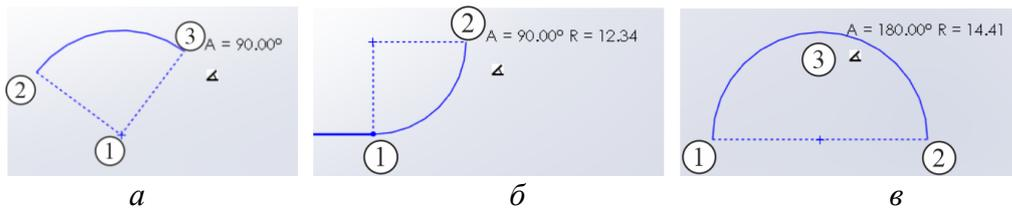

Рисунок 2.6 – Методи побудови дуг
1. **Centerpoint Arc** (Центр дуги) – необхідно задати координати центру і однієї з крайніх точок, а потім зафіксувати кут дуги (третья точка) (рис. 2.6, а).
2. **Tangent Arc** – команда може застосовуватися для кінцевої точки існуючого об'єкта (рис. 2.6, б). Після її виконання між об'єктами автоматично встановлюється взаємозв'язок **Tangent** (Дотичність).
3. **3 Point Arc** (Дуга через три точки) – вимагає вказівки двох крайніх точок дуги, а шляхом переміщення третьої встановлюється значення радіуса (рис. 2.6, в).